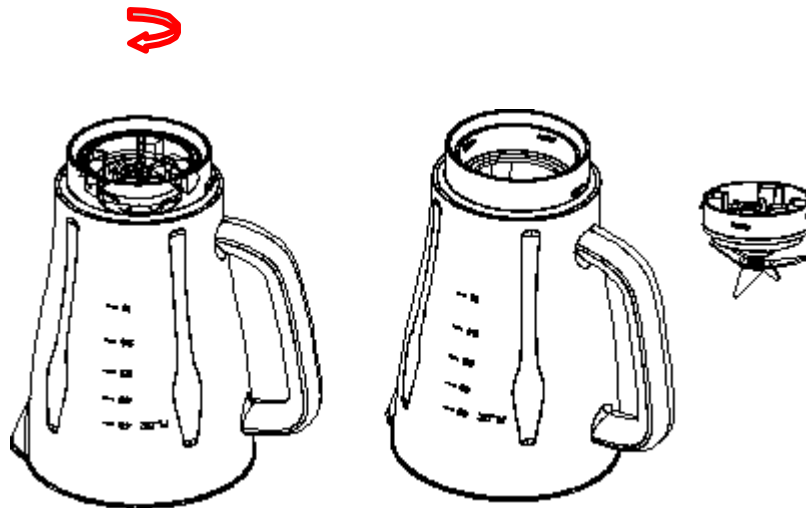

Abb. 8
4. Zerlegen Sie alle abnehmbaren Teile. Heben Sie die Behälterbaugruppe von der Motoreinheit ab. Um die Messerbaugruppe durch Drehen im Uhrzeigersinn von der Unterseite der Behälterbasis entfernen, und entfernen Sie den Dichtungsring 2 und die Klingensbaugruppe (siehe Abb. 8). Trennen Sie außerdem den Behälterdeckeldichtungsring 1 vom Behälterdeckel.